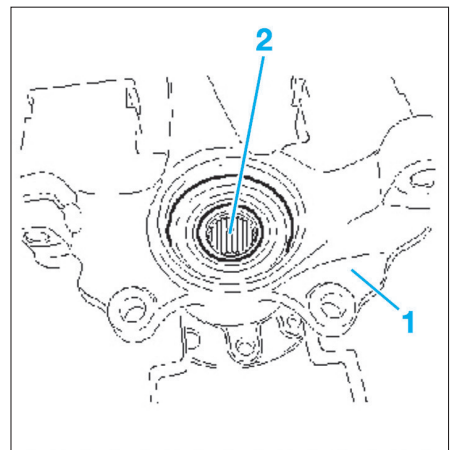

Fig. 17
- Positionner le pivot (1) sur une presse (Fig.17).